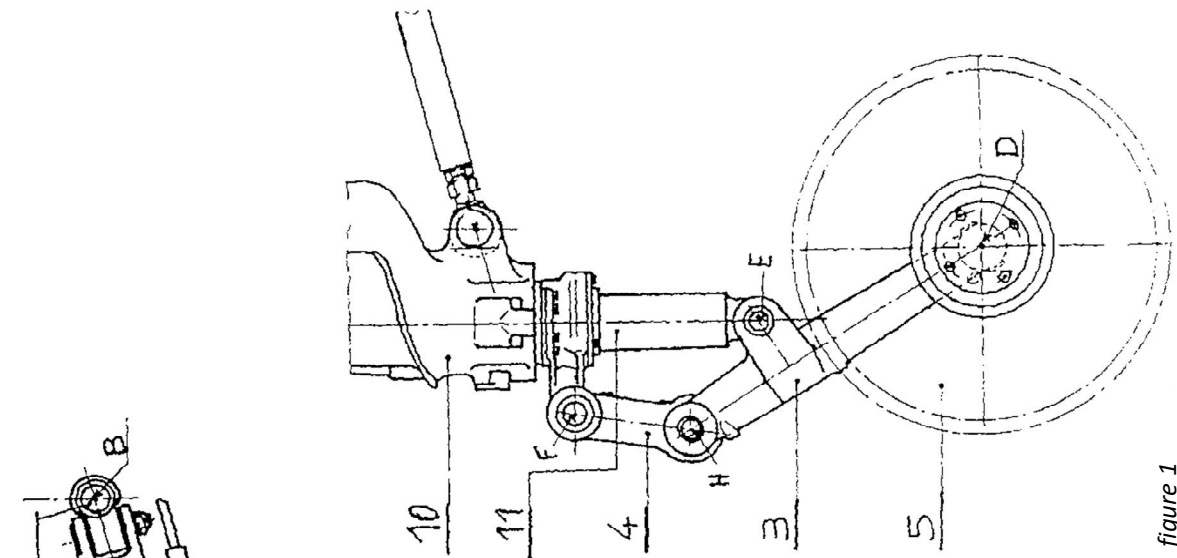

figure 1
- le mécanisme d'amortissement (*figure 1*).
Les liaisons en F, H, E et D sont des liaisons pivot. Le mouvement de la tige d'amortisseur (11) par rapport au cylindre d'amortisseur (10) est une translation rectiligne. La position du mécanisme sur la figure 1 correspond à l'instant où la roue (5) touche la piste. A cet instant, le train est verrouillé en position sortie et les pièces (10), (20) et (21) n'ont aucun mouvement par rapport à l'avion.